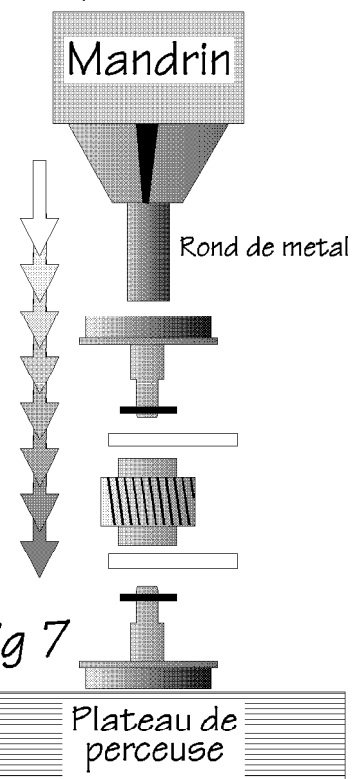

Fig 7
4.1 : Dégrapper les pièces 12 et 13. Plier 12 comme indiqué fig 7, par définition les traits sont à l'intérieur du pli.